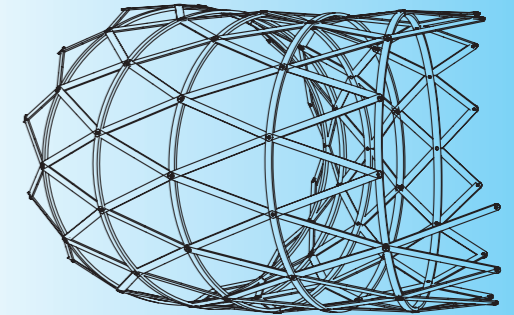

Fig. 5
5. After finishing the first two or three segments carefully remove the cardboard tube and continue to assemble the struts segment by segment until you finished the complete torus - Fig 5.
5. Nach Fertigstellung der ersten zwei oder drei Segmente entfernen Sie vorsichtig die Kartonröhre und montieren sukzessive die nächsten Stäbchen Segment für Segment bis der Torus vollständig ist - Fig 5.